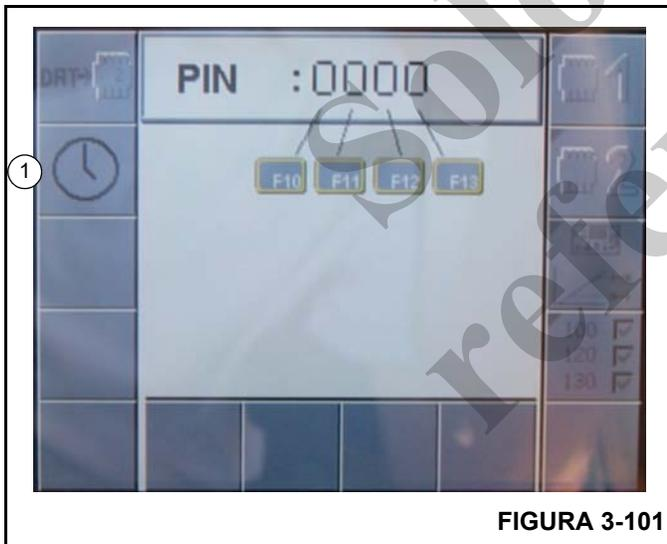

FIGURA 3-101
**NOTA:** Los botones/pantallas (3, Figura 3-101) sólo se muestran si hay un dispositivo de servicio conectado.